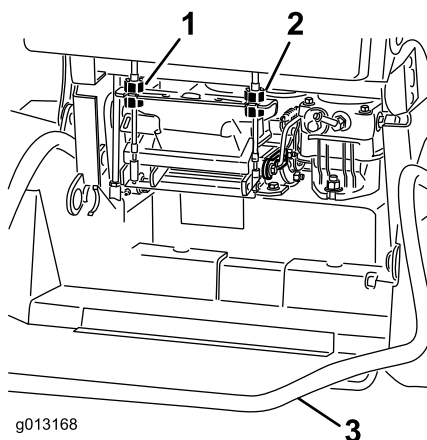

Bild 57
4. Drehen Sie die rechte Kabeleinstellung so, dass der rechte Fahrtriebshebel in der Mittel des Arretierungsschlitzes für Neutral am Armaturenbrett ist. Drehen Sie dann die linke Kabeleinstellung, bis die linke Radgeschwindigkeit der vorher eingestellten rechten Radgeschwindigkeit entspricht. (Bild 57).